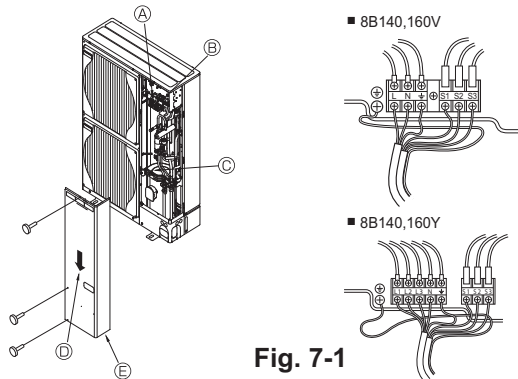

Fig. 7-1
### 7.1. Appareil extérieur (Fig. 7-1)
① Retirer le panneau de service.
② Relier les câbles conformément à la Fig. 7-1.